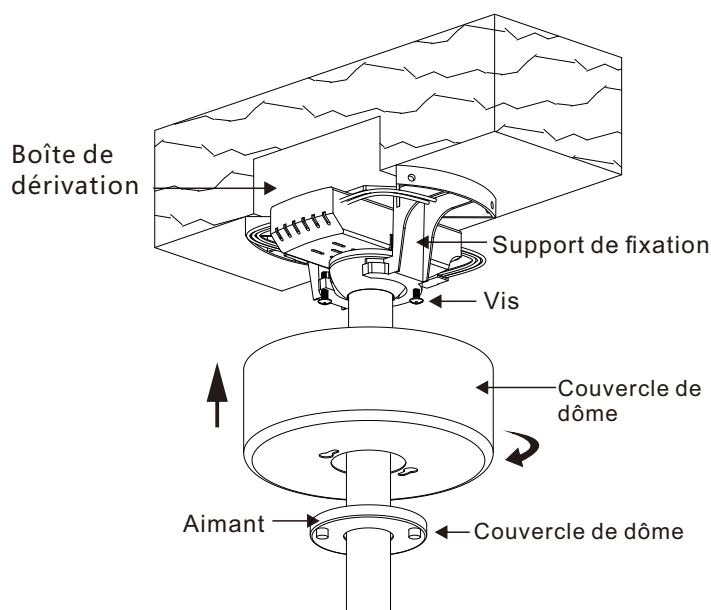

Figure 19
Étape 2 : Desserrer les deux vis du support. Faire glisser le dôme vers le support de fixation, aligner l'encoche en forme de clé du dôme avec les vis du support, tourner le dôme jusqu'à son verrouillage dans la partie étroite de l'encoche, puis resserrer les deux vis. (Voir fig. 19)